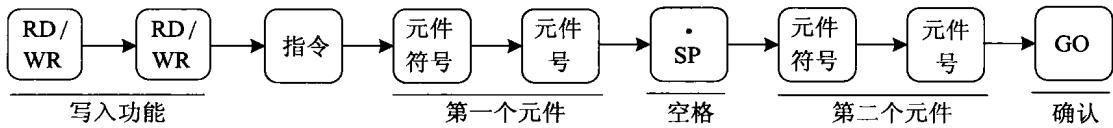

图 6-12 有指令助记符和两个元件的指令输入
(3) 有指令助记符带两个元件,如:OUT T、OUT C、MC 等指令,写入这类基本指令的操作如图 6-12 所示。